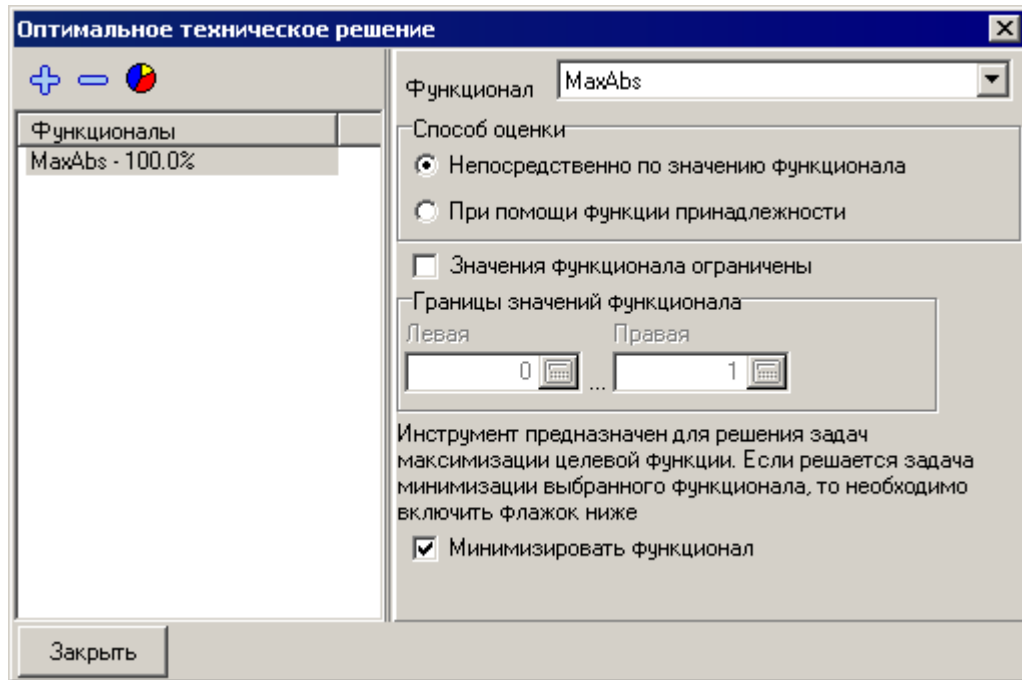

Рис. 5.15. Описание функционала
7. В поле **Функционал** выберите **MaxAbs** (максимум по абсолютной величине), **Способ оценки** установите в **Непосредственно по значению функционала**, выключите флажок **Значения функционала ограничены**, и для решения задачи минимизации включите флажок **Минимизировать функционал** (по умолчанию решается задача максимизации целевой функции), см. рис. 5.15.